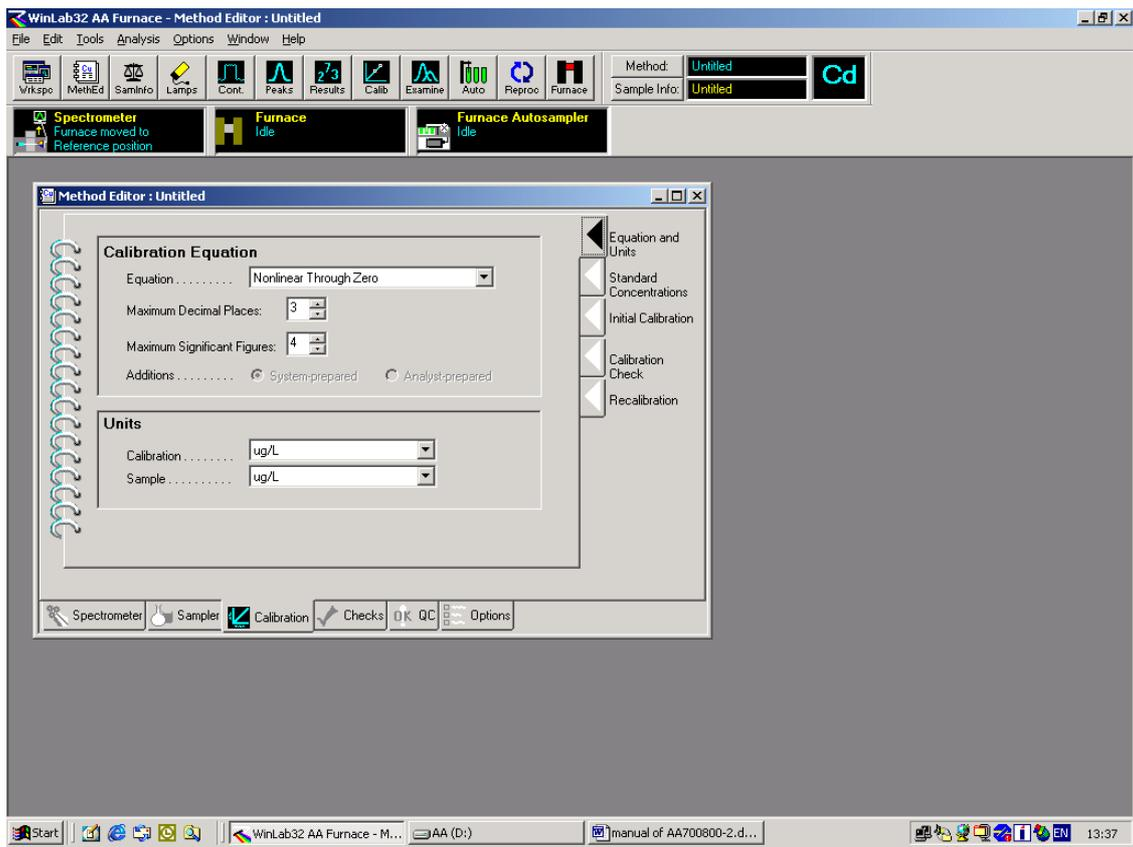

图 31. 方法编辑中的校准方程和分析结果单位页面
2.2.7 在“sampler”部分完成后点击下面的“calibration”，即进入到校准部分的校准方程和单位页面，见图 31。选用何种方程与使用哪一条测定谱线，标准曲线的浓度范围，样品溶液与标准溶液的匹配情况以及所用试剂的纯度有关。最终分析结果单位可与校准单位一致，选择重量/重量单位或重量/体积单位；当两者单位不一致时，必需建立样品信息文件。小数点后取几位必需考虑数据的合理性，同时与选用的单位大小有关。
2.3.2 如果装上的是从未使用过的新石墨管，可点击图 31 中的“Condition Tube”，仪器即启动一个包含 9 个步骤的石墨管老化程序，待该程序完成后，再进行其它操作。